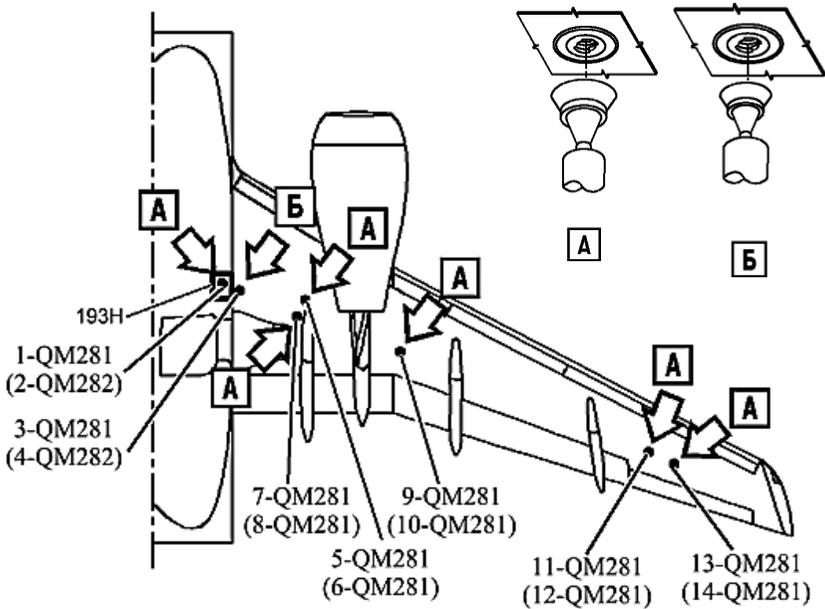

Рис. 29. Слив отстоя топлива.
2. При помощи приспособления для слива отстоя топлива SP-28-003 слейте отстой топлива из клапанов 1- QM281, 2- QM281, 3- QM281, 4- QM281, 5- QM281, 6- QM281, 7- QM281, 8- QM281, 9- QM281, 10- QM281 (рис. 29).